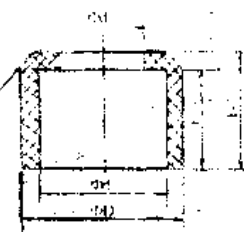

图 48-4
(2)DK 型帽形磁芯:这种磁芯用于中频变压器、射频变压器、振荡器、滤波器等。DK 型帽形磁芯采用R40、R1K材料。典型产品有DK5系列、DK7系列、DK9系列、DK12系列、DK14系列等。其结构原理如图48-4所示。